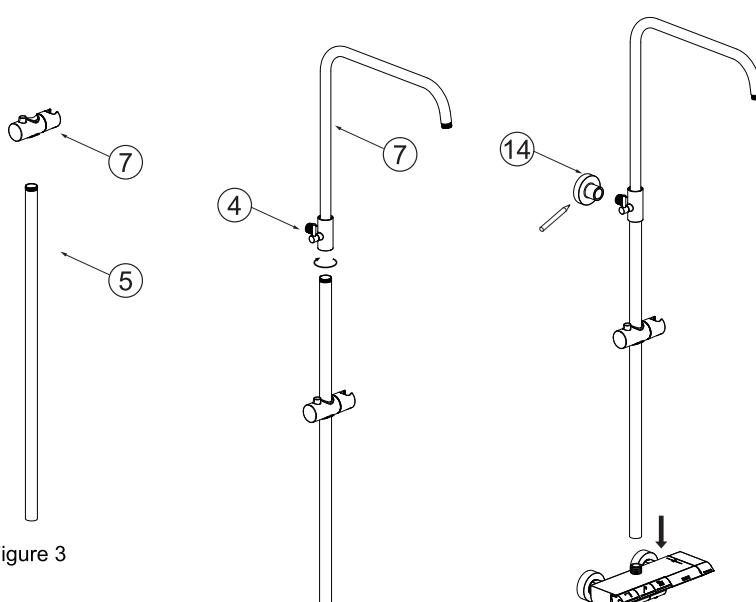

Figure 3
- a) Insérez le curseur sur le rail de la colonne montante (Figure 3).